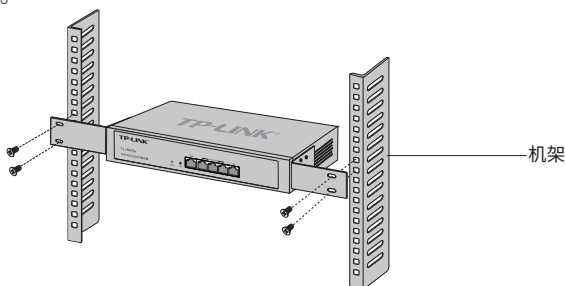

图2-3 机架安装示意图
4. 用螺钉将L型支架固定在机架两端固定的导槽上, 确保路由器稳定、水平地安装在机架上, 如图2-3所示。